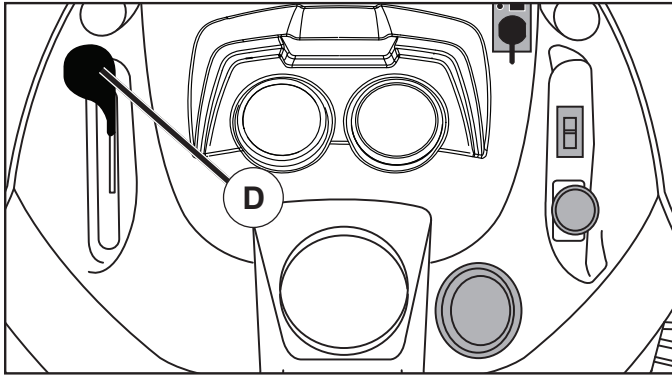

Fig. 7
POUR UTILISER LA COMMANDE DES GAZ (D) (Voir la Fig. 7)